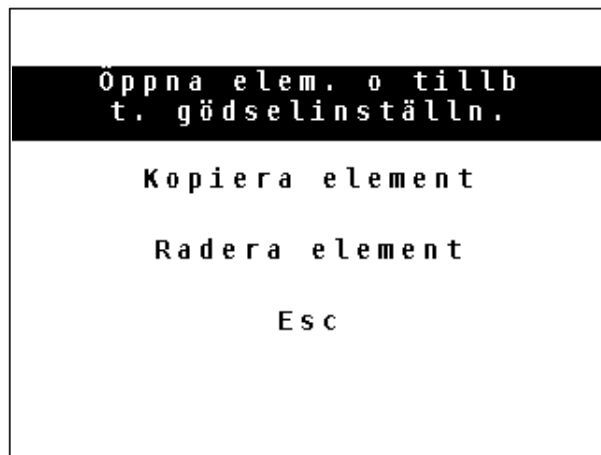

Bild 4.13: Menyval
- ▷ I driftbilden visas menyn **Urval** (bild 4.13).